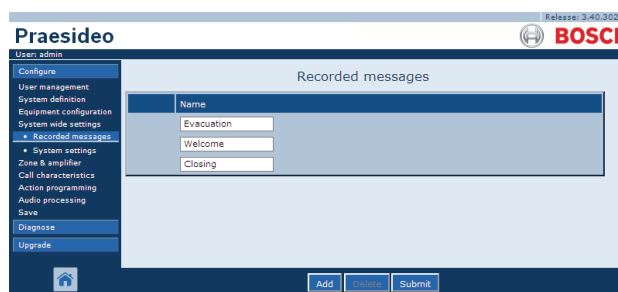

Abb. 44.8: Anmelden von Durchsagen, Schritt 4
- 4 Klicken Sie auf die Schaltfläche *OK*, um die Löschung der Durchsage aus der Liste zu bestätigen. Im Hauptframe der webbasierten Benutzeroberfläche wird ein Bildschirm angezeigt, der dem in Abb. 44.8 gleicht.